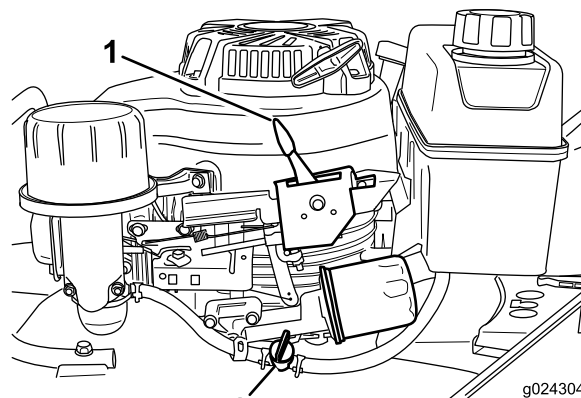

Figura 14
2. Aprite la valvola del carburante (Figura 14).
3. Portate la leva dell'acceleratore (Figura 14) in posizione Starter.
Rilasciate la barra di comando della lama e spostate la leva del comando dell'acceleratore (Figura 14) in posizione Stop.
Nota: Chiudete la valvola del carburante (Figura 14) se non prevedete di avviare il motore a breve.